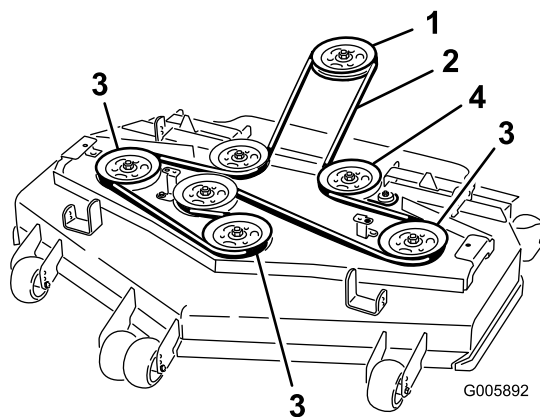

Figura 60
6. Installate la nuova cinghia attorno alle pulegge (Figura 60).